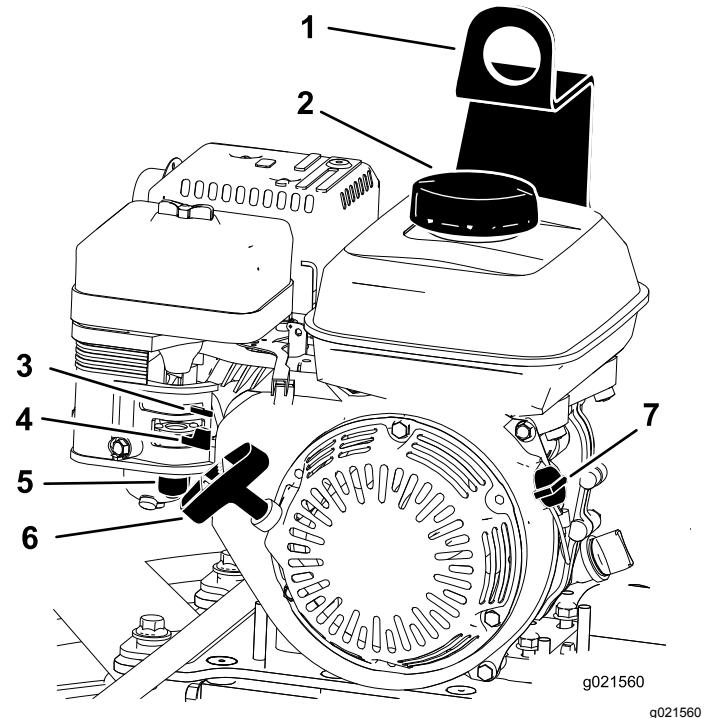

Figure 4
Tirez vigoureusement sur le lanceur pour démarrer le moteur (Figure 4).
Fermez le robinet d'arrivée de carburant avant de transporter ou de remiser la machine (Figure 4).
Utilisez la commande de starter (Figure 4) pour démarrer quand le moteur est froid. Avant de tirer la poignée du lanceur, placez la commande de starter en position Fermée. Lorsque le moteur est en Marche, amenez la commande de starter en position Ouverte.
La commande Marche/Arrêt (Figure 4) permet de démarrer et d'arrêter le moteur. Cette commande est située à l'avant du moteur. Tournez la commande en position de marche (ON) pour démarrer le moteur et le faire tourner. Tournez la commande en position d'arrêt (OFF) pour arrêter le moteur.